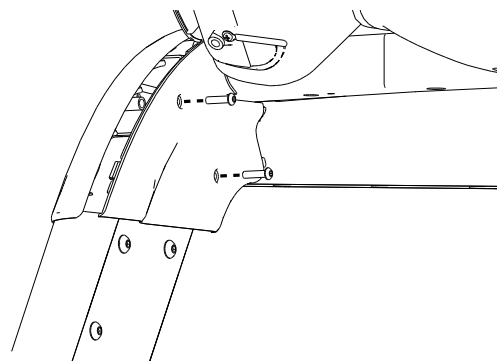

Рисунок 11
6. Прикрепите технологические крышки на каждую из стоек четырьмя винтами **4** (см. рис. 11).